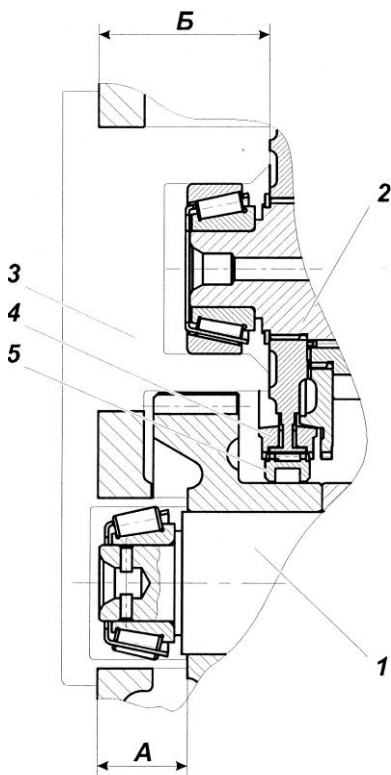

Рис. 112:
2. Завести в картер коробки передач собранные в сборе промежуточный и вторичный валы и зафиксировать их взаимное положение друг относительно друга с помощью технологического приспособления (рис. 112) таким образом, чтобы